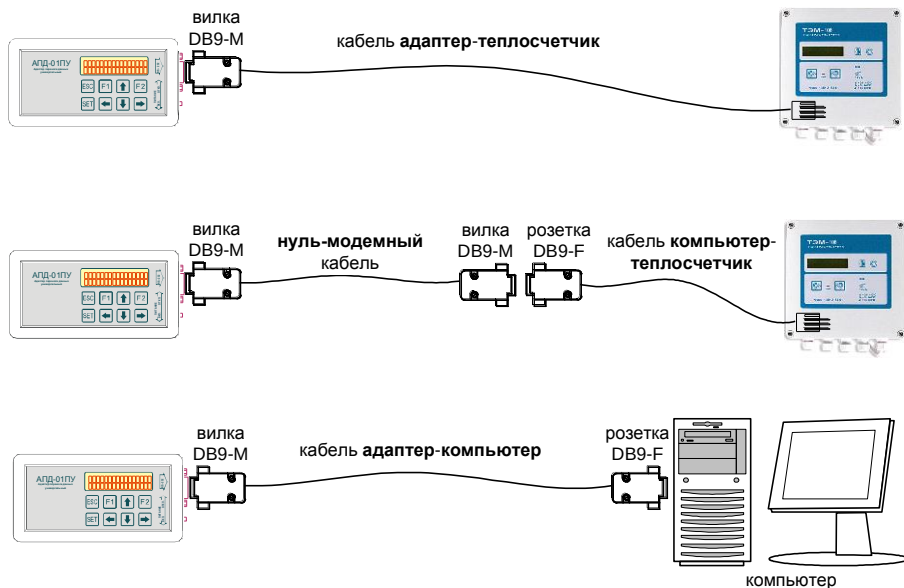

Рис. 6.1
- подсоедините адаптер к теплосчетчику или компьютеру (типовые схемы подключения приведены на рис. 6.1, распыка кабелей для соединения с теплосчетчиками и компьютером приведена в ПРИЛОЖЕНИИ Б);